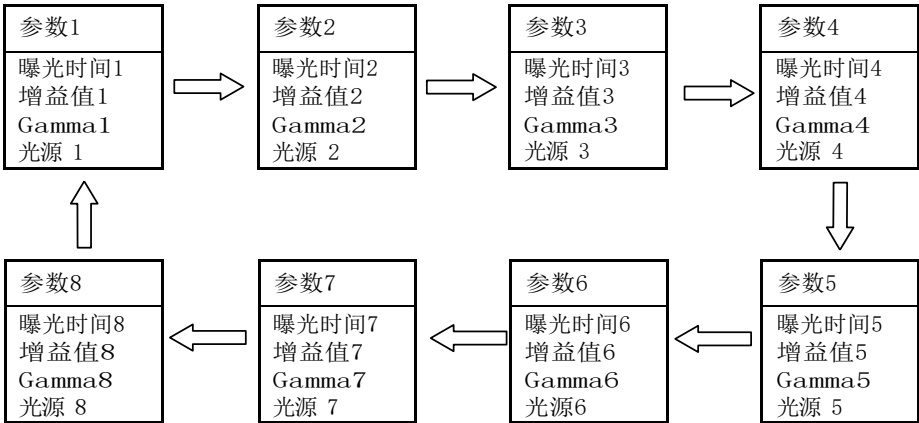

图3-18 轮询示意图
3. 从轮询参数的 Param1~Param8 中选择 2~8 套参数，通过开启或关闭所选参数下的轮询参数使能决定该组参数是否参与轮询。8 套参数之间的轮询示意图如图 3-18 所示。